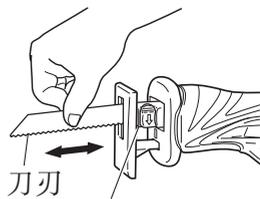

图 10
(5) 用手试着拉刀刃背两三次，以确认刀刃已安装牢固。拉刀刃背时，若它发出咯嗒声并手柄稍位移则说明已正确安装。(图 10)